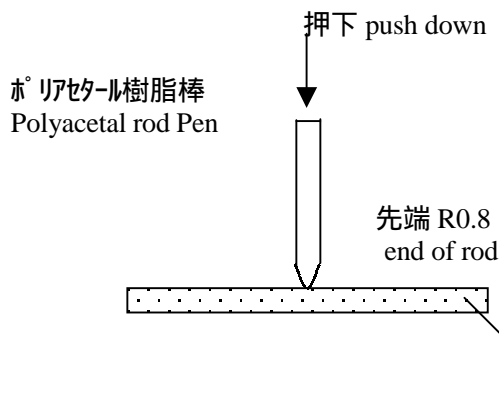

Fig.1 ペン入力 by Pen
- ・ペン先端 Shape of Pen tip : R0.8 (構成はFig.1 による Refer Fig.1)